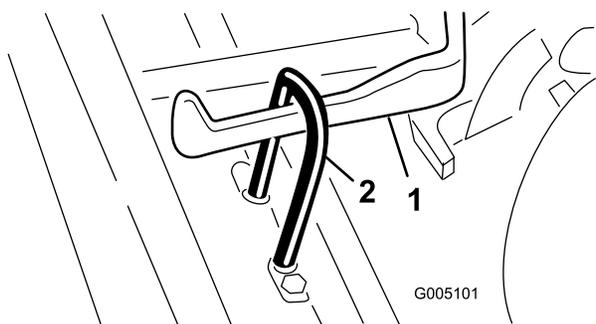

Figure 7
- Poussez le plateau de coupe sous le cadre de traction en accrochant le crochet de levage au bras de levage (Figure 7).